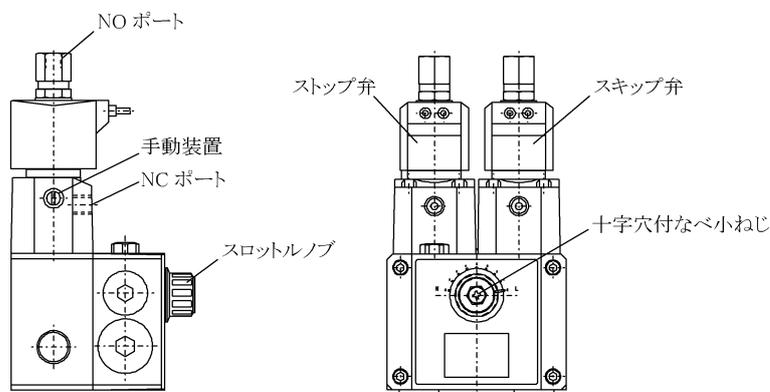

図5
- ① 試運転や給油時はストップ弁やスキップ弁の手動装置を使用すると便利です。(図5参照)
- ② 手動装置を原位置から時計方向または反時計方向にまわす(約 140°)とNCタイプの場合、弁は開き原位置にもどすと弁は閉じます。NOタイプの場合、弁の開閉は逆の状態となります。
- ① ロック用の十字穴付なべ小ねじ(M5)を緩めてロックを開放します。(図5)
- ② スロットルノブにて所定の流量に調整します。(反時計方向に回すとピストン速度は、速くなります。)また、六角穴(巾10)を利用し、六角レンチで調整すると微調整しやすくなります。
- ③ 十字穴付なべ小ねじを締めてスロットルノブをロックしてください。
- ① ストップ弁・スキップ弁ともパイロット形ポペット式であり、コイルをON-OFFさせてパイロットエアを制御し、弁の切換を行います。
- ② ストップ弁・スキップ弁ともNCポートに配管するとノーマルクローズ形、NOポートに配管するとノーマルオープン形になります。
- ③ ノーマルクローズ形は非通電時やパイロットエアが 0.3MPa 以下になると、弁は閉じ、ストップ弁においてはシリンダのピストンを停止させピストン位置を保持します。